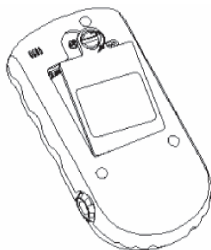

Figure 2-1
1) Ouvrir le panneau arrière à l'aide d'une pièce de monnaie ou d'un tournevis plat, comme indiqué sur la figure 2-1.